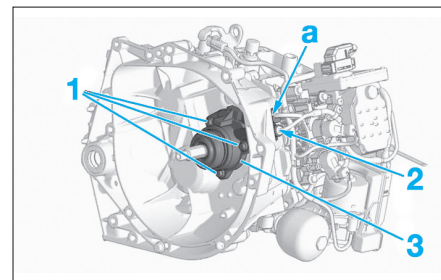

Fig. 7
- Débrancher le connecteur (a) (Fig.7).
- Déposer l'agrafe (2).
- Désaccoupler le tube hydraulique de la butée hydraulique d'embrayage (3).
- Déposer les trois vis (1)
- Déposer la butée hydraulique d'embrayage (3).